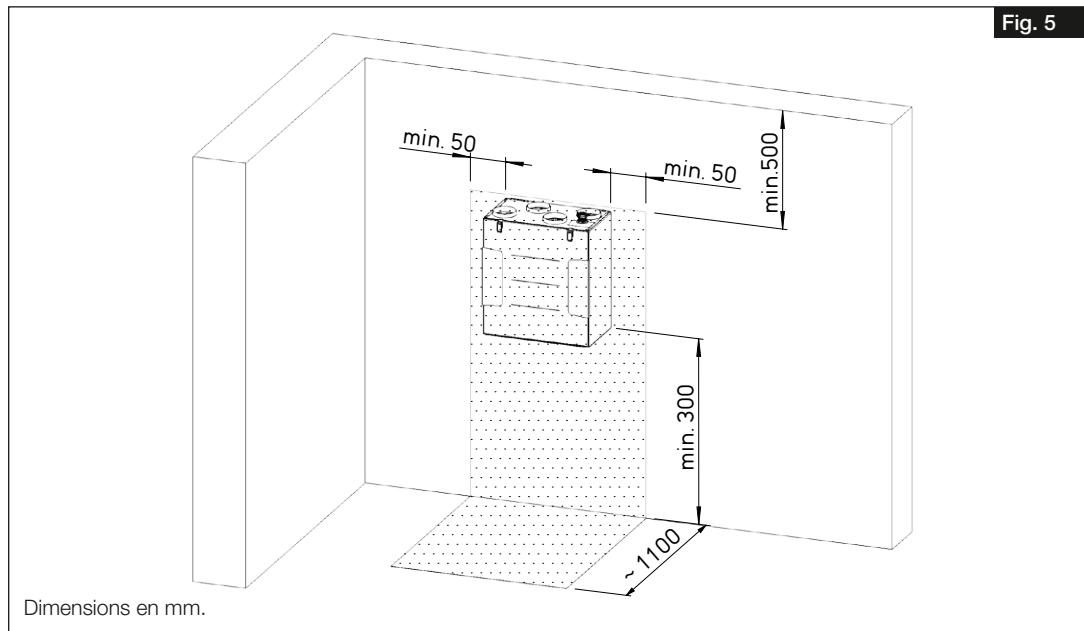

Fig. 5
L'appareil est destiné à être installé au mur ou dans une armoire à l'intérieur de l'appartement ou du bâtiment. En raison du bruit de fonctionnement, il est recommandé d'installer l'appareil dans une salle d'eau, un local technique ou un local de stockage, par exemple. Il faut s'assurer qu'un raccordement aux eaux usées est disponible dans la zone d'installation. Pour les travaux de maintenance et d'installation, l'appareil et la boîte à bornes doivent être facilement accessibles. Les distances minimales suivantes par rapport au mur et au plafond doivent être respectées (voir Fig. 5).
3. Lors du positionnement, un espace suffisant doit être prévu pour faciliter l'accès à l'appareil. Un espace d'au moins 30 cm doit être conservé au-dessus et au-dessous de l'appareil pour les travaux de maintenance (voir Fig. 5).
4. Un espace de 30 cm doit être prévu sur un côté de l'appareil pour installer la boîte à bornes externe (voir Fig. 5).
5. Il convient de respecter une hauteur minimale de 300 mm sous l'appareil afin de garantir une évacuation correcte des condensats (voir Fig. 5).